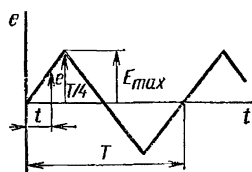

Рис. 1
3. Определить действующую периодическую э.д.с., зависимость от времени которой приведена на рис. 1. Сравнить ее с действующей э.д.с., определенной по трем первым членам разложения в ряд Фурье. Максимальное значение э.д.с. $E_{\text{max}} = 10$ В.